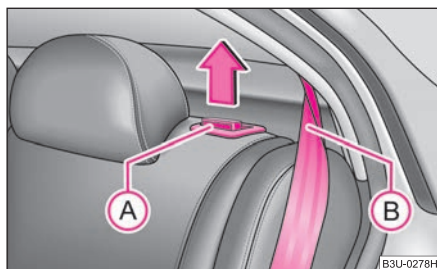

**Fig. 70 Sbloccaggio dello
- Tirare il pulsante di sbloccaggio (A) ⇒ fig. 70 e ribaltare completamente in avanti lo schienale.